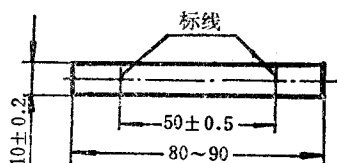

图 1
2.2 试样应印上距离为 $50 \pm 0.5\text{mm}$ 的标线，如图 1。